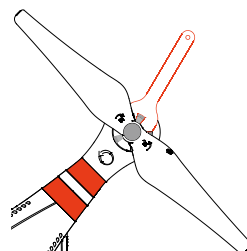

図2-3
- （図 2-3）補助スパンか手ですりモーターを握って、プロペラを持って開錠後方に沿って回転すると、プロペラを取り外すことが出来ます。